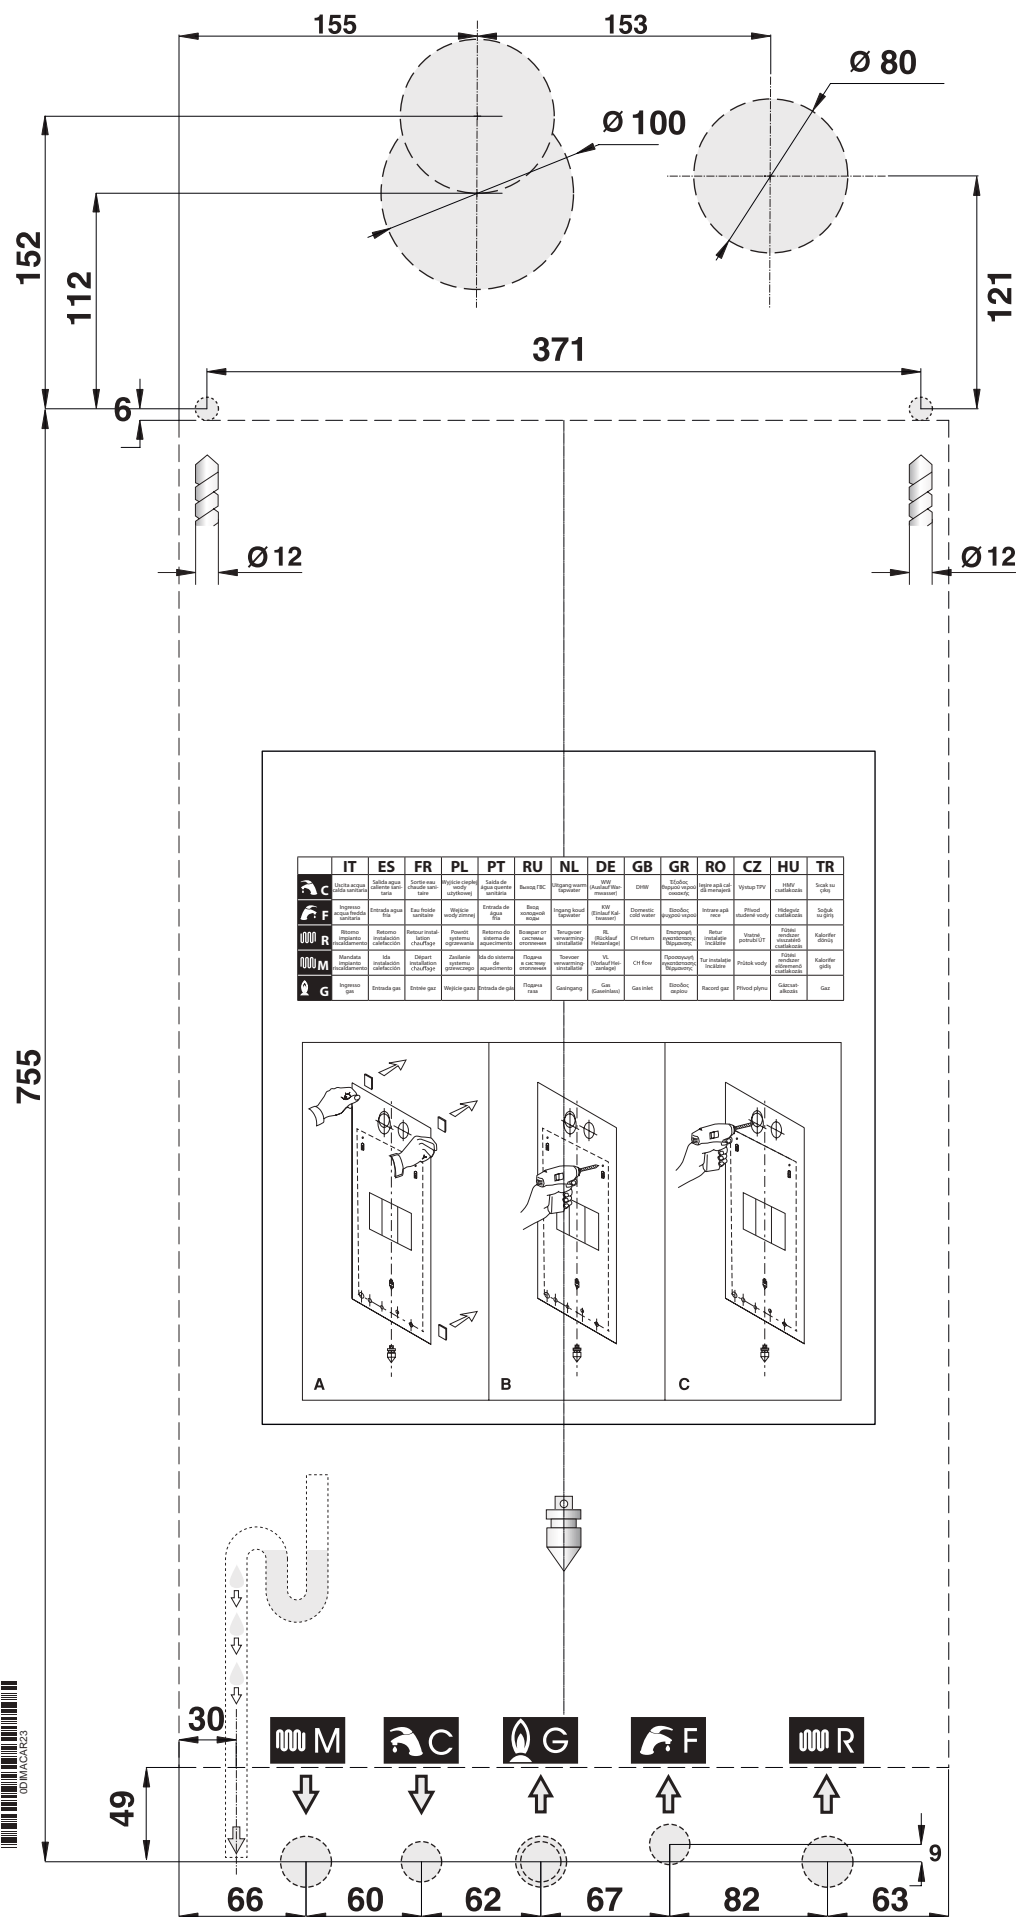

Fig. 8 Plantilla de instalación
- la plantilla de fijación de la caldera a la pared (ver Fig. 8 Plantilla de instalación).
Cada aparato está provisto de una plantilla de papel correspondiente (ver Fig. 8 Plantilla de instalación).